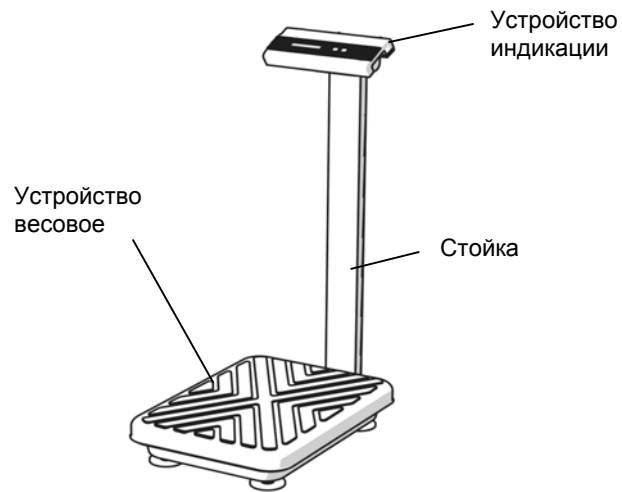

Рисунок 7.1
7.2 Конструктивно весы состоят из весового устройства с закрепленными на нем стойкой и устройством индикации (рисунок 7.1).